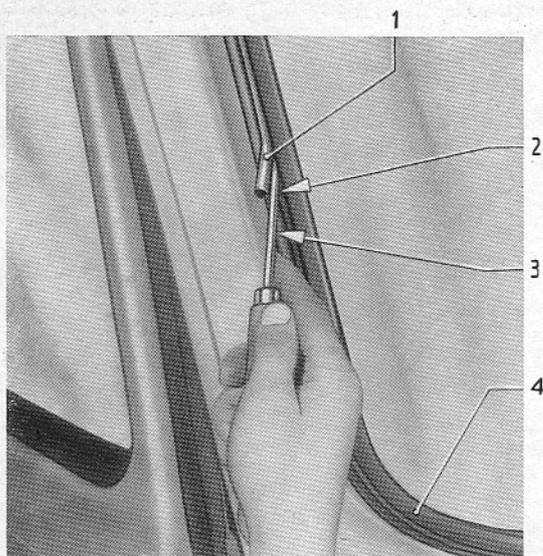

Bild 1 – Gummischnur aus Gummifassung am Stoß herauszwängen
2. Gummischnur (1/1) aus Windschutzscheiben-Gummifassung am Stoß (1/2) mit Schraubenzieher oder mit Fenstergummifassung-Lippenzieher SW-163 (1/3) herauszwängen und Gummischnur aus Gummifassung (1/4) ringsum völlig herausziehen (Bild 1). Durch das Herausziehen der Gummischnur hat die Gummifassung nicht mehr die feste Spannung zwischen Karosserie und Windschutzscheibe.